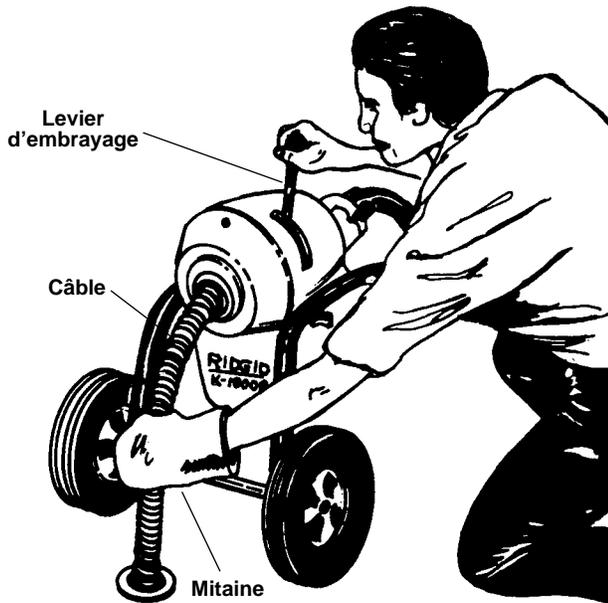

Figure 7 – Utilisation de la machine à curer les canalisations
5. Avec votre main gantée, appuyez sur le haut de la boucle et tirez le levier d'embrayage vers le bas d'un coup sec (Figure 7). L'outil franchira le siphon facilement.
7. Lâchez l'embrayage et répétez le processus jusqu'à ce que vous rencontriez une obstruction ou que vous arrivés en fin de câble. Au besoin, rajoutez autant de longueurs de câble que nécessaire, une longueur à la fois. (Figure 7)